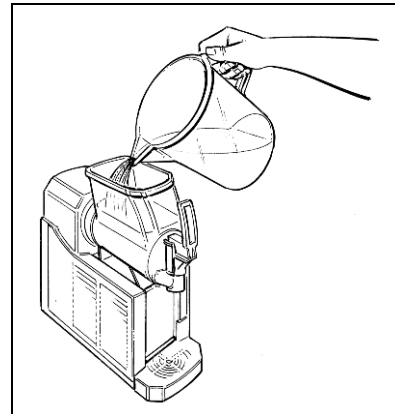

Fig. 2
- **R**emplir le bac d'eau tiède (fig.2) et faire fonctionner le mélangeur (tous les LEDS sont éteints) pendant quelques minutes en remettant le couvercle.